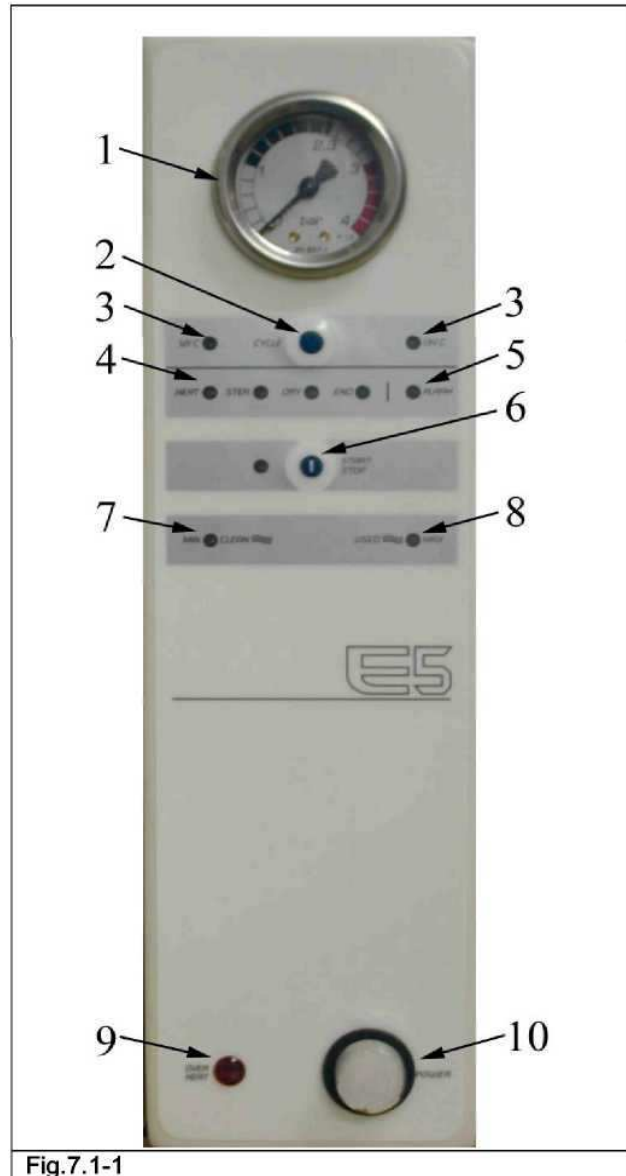

Fig.7.1-1
**Внимание: открывайте и закрывайте дверцу только после включения автоклава кнопкой POWER (10 на Fig. 7.1-1).**
Описание соответствует (Fig. 7.1-1)
Служит для выбора предустановленного цикла (**121°C** or **134°C**). В зависимости от выбранного цикла горит соответствующий индикатор(3 на Fig. 7.1-1).